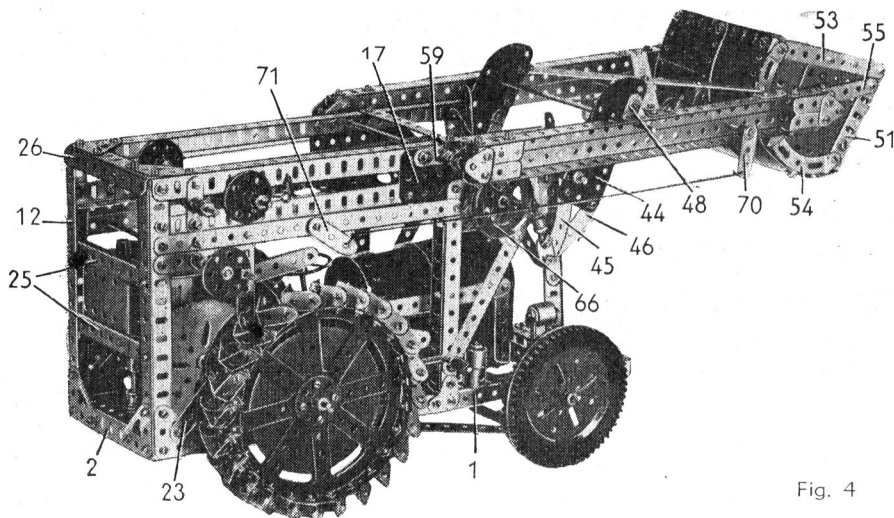
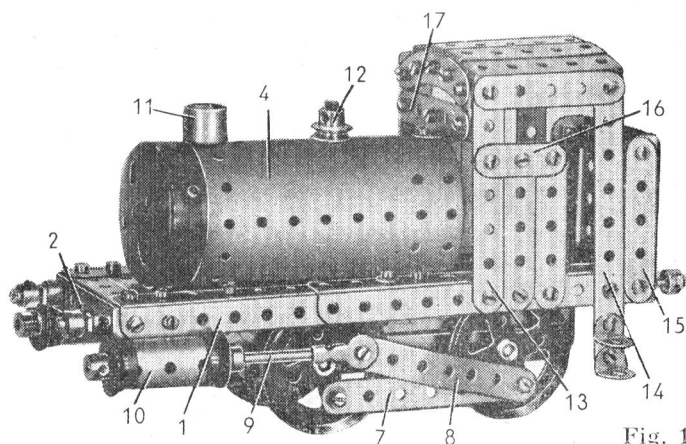

Fig. 4
Fig. 1
Les deux bielles qui commandent les bras sont formées chacune d'une plaque sans rebords de 75×38 mm (44) prolongée par une plaque semi-circulaire. L'autre extrémité de la plaque (44) porte une bande incurvée de 6 cm (45) et une bande incurvée épaulée de 10 cm (46). L'extrémité libre des deux bandes incurvées est réunie par un boulon de 9,5 mm muni d'un support plat et pourvu de contre-écrou (fig. 1 et 4). Une chape d'articulation de 2 mm (47) est articulée à l'aide de contre-écrous sur le support plat.
La benne (fig. 1) est formée d'une plaque sans rebords de 11,5 x 6 cm (50) bordée par deux cornières de 7 trous (51) et une bande de 9 trous (52). Une bande de 9 trous (53) est fixée à une extrémité de la cornière (51); deux bandes incurvées épaulées de 6 cm boulonnées bout à bout (54) sont fixées à l'autre extrémité de la cornière (51). Une bande de 9 trous (55) est montée obliquement entre la cornière (51) et une des bandes incurvées (54). Chaque bande (55) est dotée d'un cavalier.
Les bras sont articulés sur le bâti par une tringle de 20 cm qui traverse des bras de manivelle doubles (59) boulonnés sur les plaques (17) (fig. 4). La tringle passe dans les petits goussets d'assemblage qui terminent les cornières (41) et (42).
Un bras de manivelle (70) est monté à l'extrémité de la tringle (68) et il est relié par une corde à une bande de 3 trous (71) (fig. 4). La bande (71) est articulée sur une des bandes (19) à l'aide de contre-écrou. Elle permet de débloquer la benne.
Prenons la benne non bloquée à sa position basse (fig. 1). Un très léger recul de l'appareil la bloquera automatiquement. La machine avançant ensuite la pelle se remplira et il n'y aura qu'à la remonter jusqu'à l'horizontale (fig. 4).
Vous la descendrez ensuite et vous retrouverez la position de la figure 1.